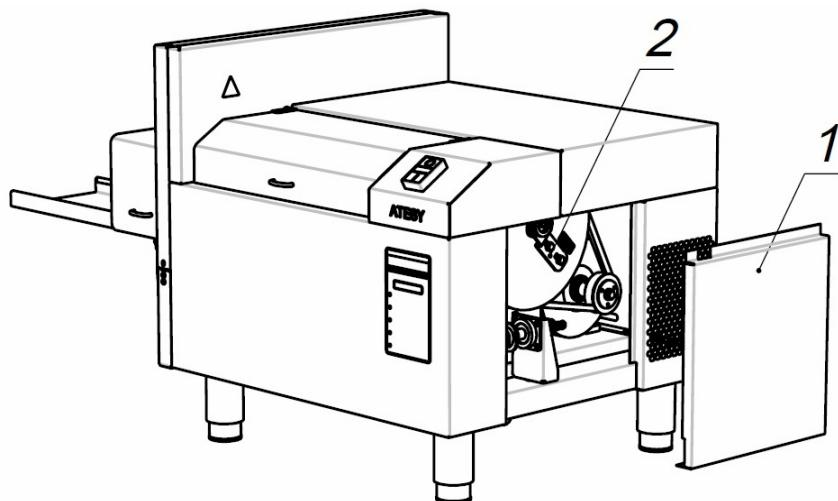

Рис.4
5.2. В начале работы необходимо соблюдать следующий порядок (*рис.4*):